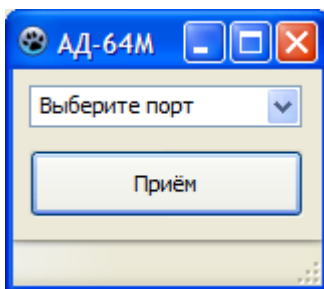

Рис. 6.12 Экран программы rx.exe
6.5.2 Для передачи данных с информацией о спектре сигнала и порогах необходимо запустить на персональном компьютере программу приёма данных (gx.exe), поставляемую на компакт-диске, (рис. 6.12). Выбрать в выпадающем списке номер порта, который назначила система модулю Bluetooth. Нажать кнопку «Приём» и выбрать папку, в которую будут сохранены данные.